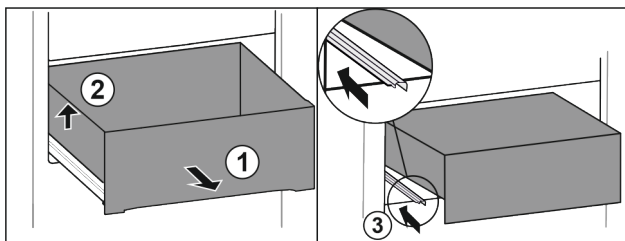

Fig. 105
- Wysunąć szufladę do oporu. Fig. 105 (1)
- Unieść szufladę po lewej. Fig. 105 (2)
- Wsunąć lewą szynę. Fig. 105 (3)